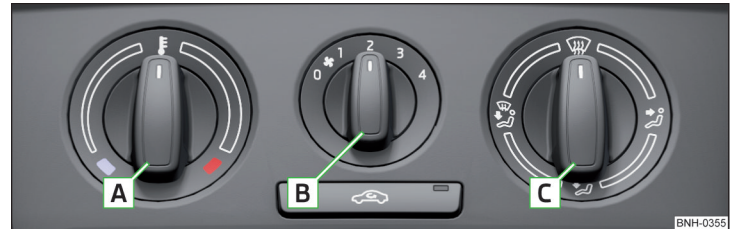
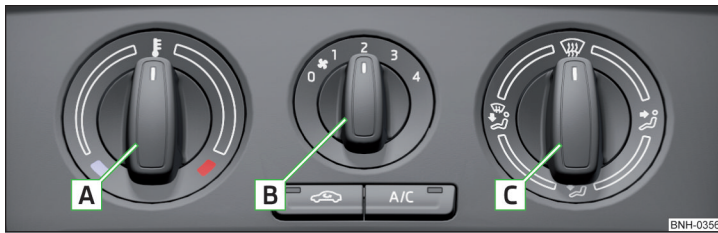

Abb. 98 Heizungsbedienelemente
Abb. 99 Bedienungselemente der manuellen Klimaanlage
Funktionen der einzelnen Bedienungselemente » Abb. 98 und » Abb. 99
- Die Kontrollleuchte in der Taste **A/C** » Abb. 99 leuchtet nach dem Einschalten, auch wenn nicht alle Bedingungen für die Funktion der Kühlanlage erfüllt sind. Durch das Aufleuchten der Kontrollleuchte in der Taste wird die Betriebsbereitschaft der Kühlanlage signalisiert.